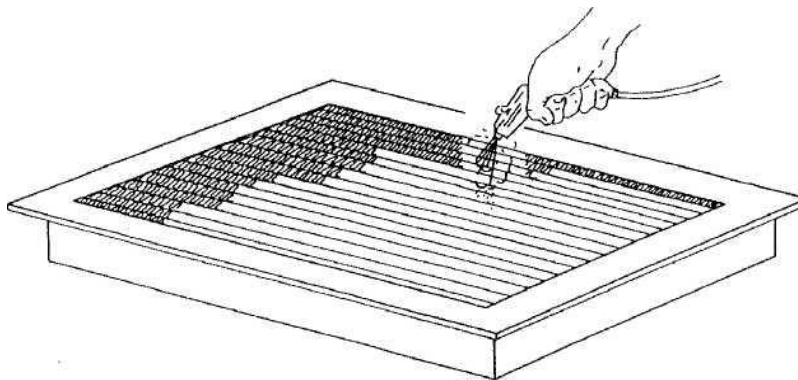

Рисунок 23 – Очистка блока охлаждения
- Особо загрязненный охладитель снять с установки и промыть наружную поверхность слабым раствором моющего средства (рис. 23).